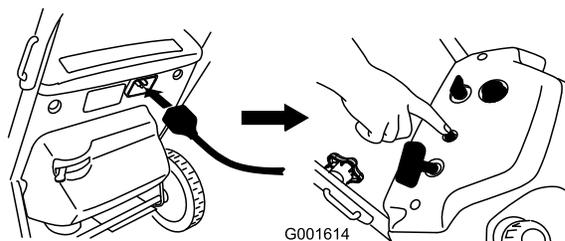
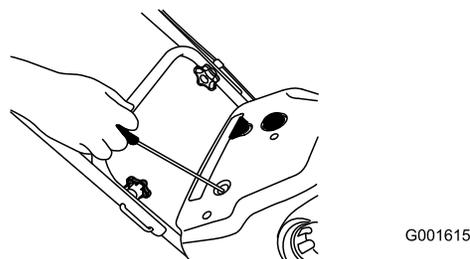

Figure 14
Figure 15
4. Appuyez sur le bouton de démarrage électrique (Figure 14) ou tirez la poignée du lanceur (Figure 15).